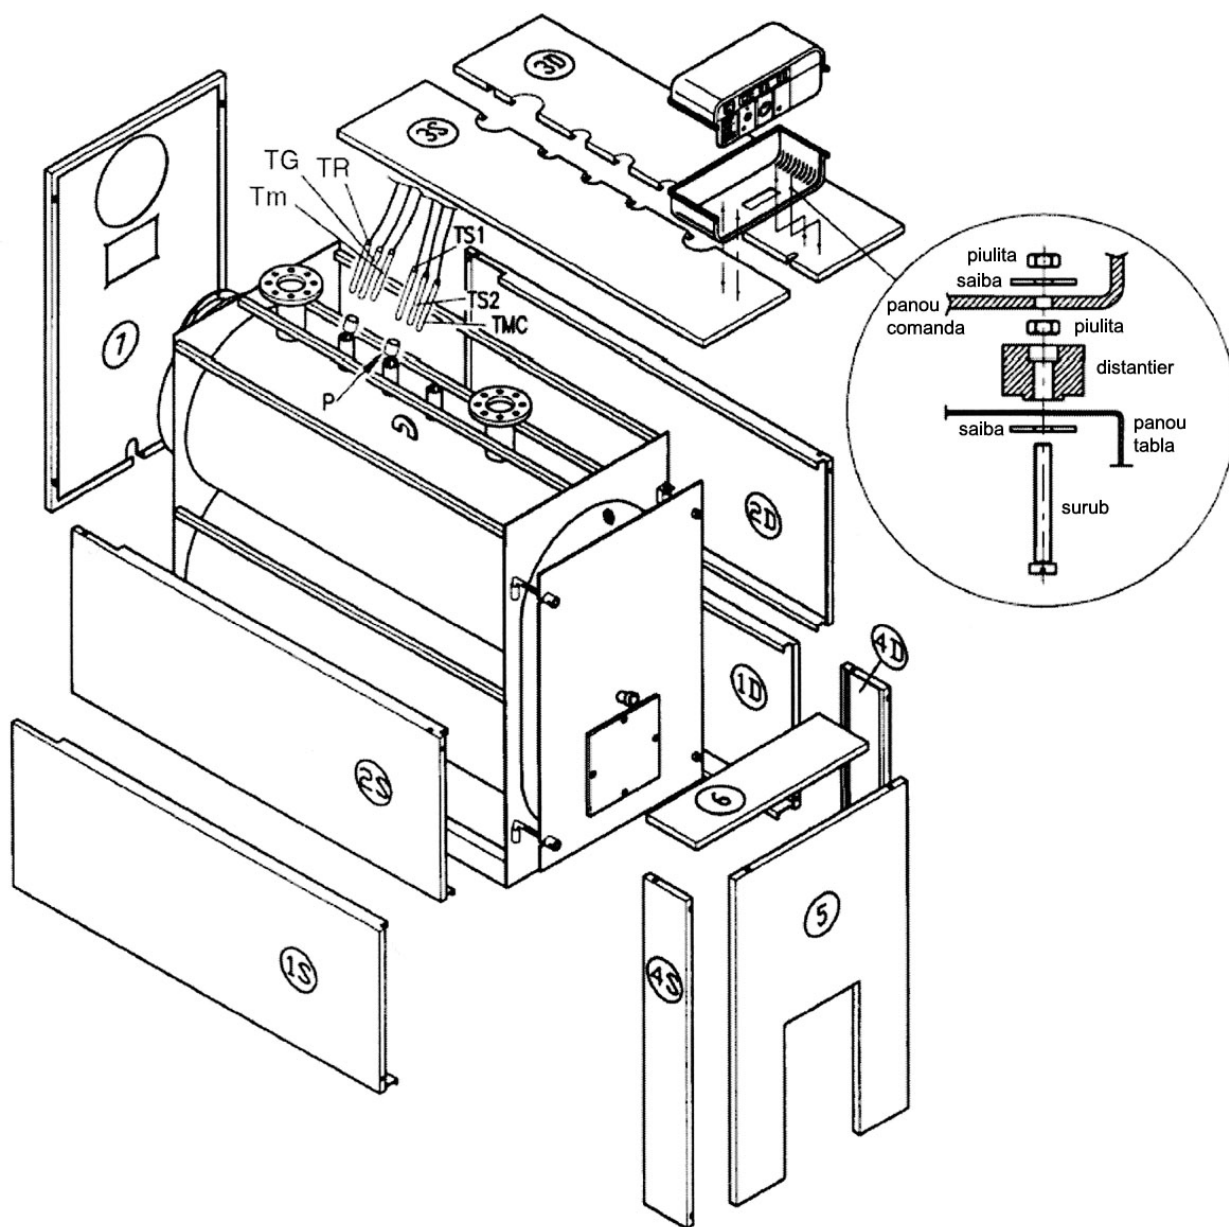
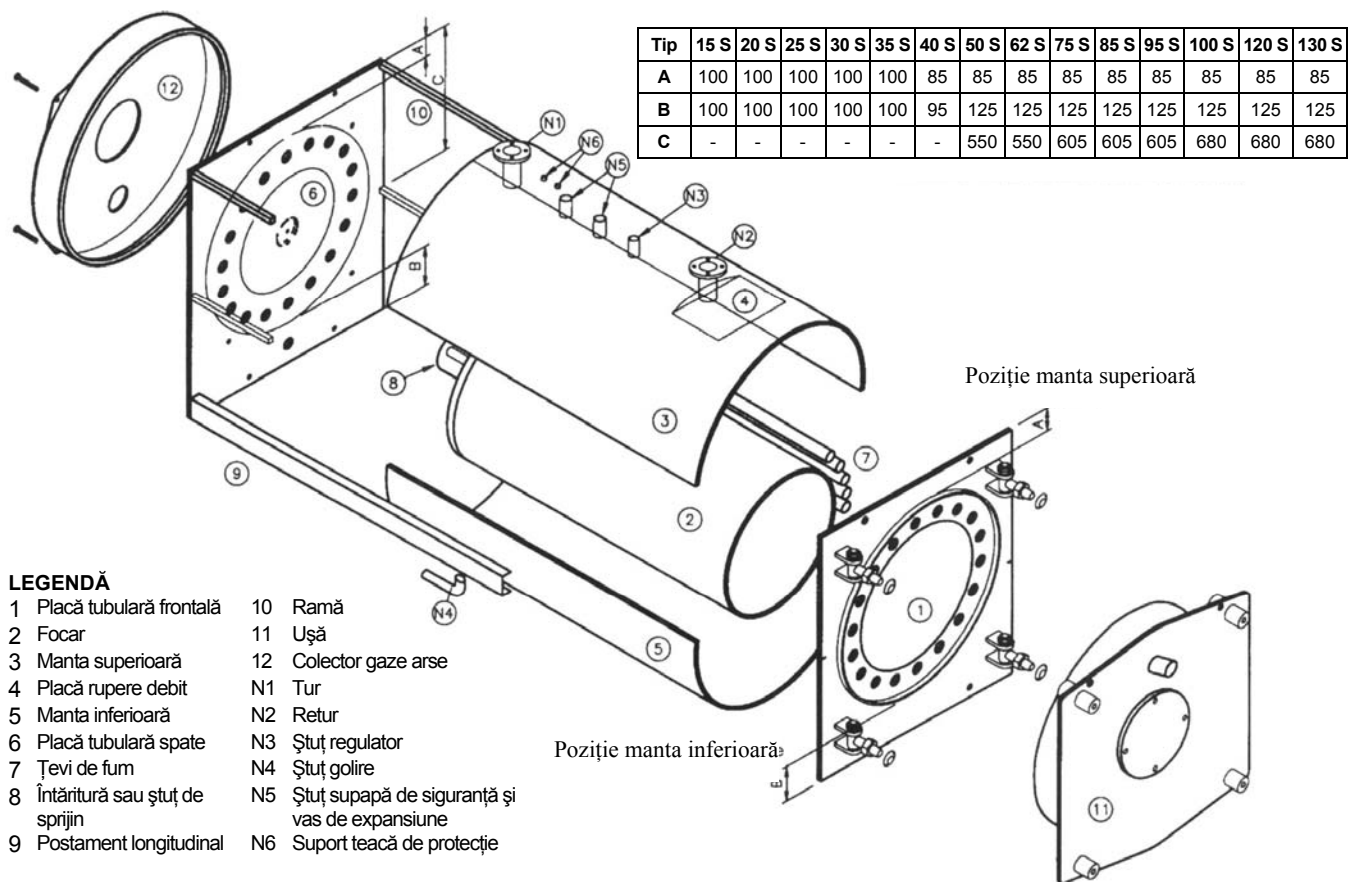

Fig. 18
Fig. 19
Pentru ușurarea centrării verificați **dimensiunea A** (Fig. 18) dintre flanșa mantalei exterioare și marginea tablei.
e) Poziționați mantaua inferioară (5) respectând **dimensiunea B** (Fig. 18), apoi fixați-o de mantaua superioară (3) și de placa tubulară anterioară (1).
f) Se hațuiesc marginile mantalelor exterioare (3) (5).
g) Se poziționează placa tubulară posterioară (6) prin întăritura focarului (ștuțul de sprijin) (8).
h) Se sudează placa tubulară dorsală (6) de ștuțul de sprijin (8); atenție să nu se deterioreze cele 4 găuri filetate prin care urmează să se monteze colectorul de gaze arse (12).
i) Se sudează complet mantalele (3) și (5) de placa tubulară (1).
j) Se pot introduce și suda țevile de fum (7) de placa tubulară posterioară (6); cazanul poate fi sau în poziție paralelă, sau în poziție perpendiculară, al doilea caz îngreunând sudura; alegerea uneia din cele două posibilități depinde de dimensiunile incintei și de posibilitățile de întoarcere a cazanului. **Important:** țevile de fum (7) trebuie să depășească placa tubulară anterioară (1) cu cca. 3 mm și pe cea posterioară (6) cu cca. 10 mm (Fig. 19).
k) Se hațuiesc și se sudează cele două ștuțuri de golire (N4) după ce s-a verificat dacă sunt perpendiculare pe placa tubulară frontală (1) și paralele cu mantaua exterioară.
m) Se sudează longitudinal marginile mantalelor exterioare (3) și (5), după care se sudează focarul (2) de placa tubulară frontală (1); rotirea pe un dispozitiv cu role ușurează această operație.
n) Se sudează cele două nipluri filetate de 1/2" (N6) de mantaua exterioară (3), după ce s-a verificat poziția înclinată a tecilor de protecție, astfel încât să nu lovească în țevile de fum. Se sudează ștuțurile cu flanșă pentru tur și retur (N1) și (N2) după ce sunt poziționate cu flanșele perfect orizontal; se sudează ștuțurile pentru supapa de siguranță și pentru regulator (N3,N5).
o) Se sudează țevile de fum (7) de placa tubulară frontală (1).
p) Se verifică dacă plăcile tubulare (1) și (6) nu s-au deformat, după care se sudează postamentul longitudinal (9) de plăcile tubulare.
q) Se sudează ramele superioare pentru montarea învelișului (10); dacă este necesar, se sudează și cele mediane, ținând cont de dimensiunea C (Fig. 18).
s) Se montează ușa (11) și colectorul de gaze arse (12).